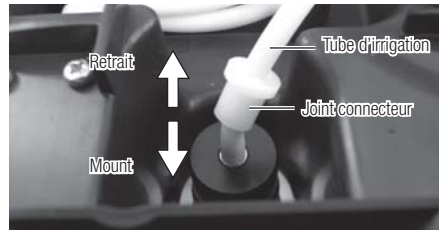
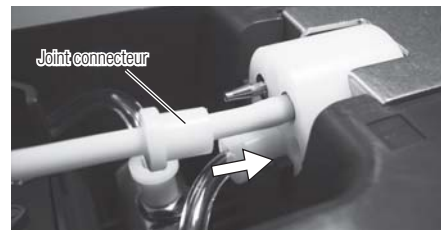

Fig.32
Fig.36
- 3) Enlevez le tube d'irrigation du boîtier de contrôle (Côté de la bouteille et côté du panneau avant) (Fig. 32,33).
- 7) Alignez la pompe d'irrigation de remplacement avec l'arbre de commande. Tournez ensuite dans le sens des aiguilles d'une montre jusqu'à ce que vous entendiez un clic (Fig. 36).
- 8) Pour monter le tube d'irrigation, réalisez la procédure de démontage dans le sens contraire (Fig. 32). Le joint du connecteur doit être bien placé sur le boîtier de contrôle, jusqu'à ce qu'il s'arrête (Fig.36).